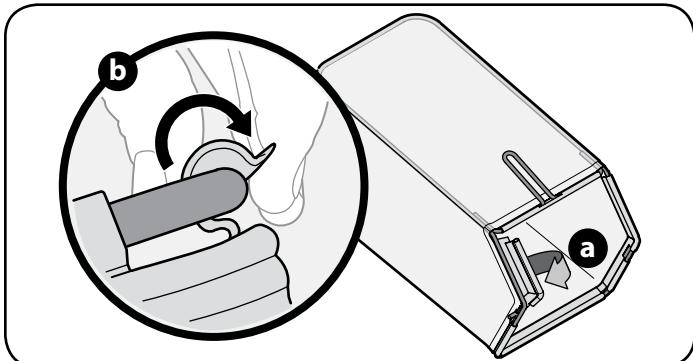

Figura 9
- En el costado de la podadora, levante el adaptador para abono. Vea Figura 9.